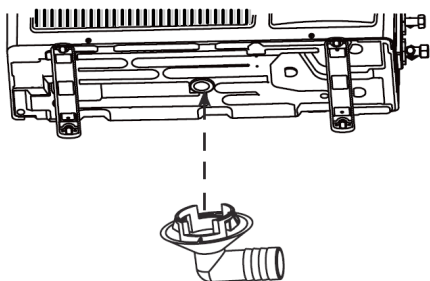

fig. 7
1. Fissare il raccordo (Fig.7), in dotazione, nell'apposito foro sul basamento dell'unità esterna. Il fissaggio avviene inserendo la parte sagomata del raccordo nel foro.